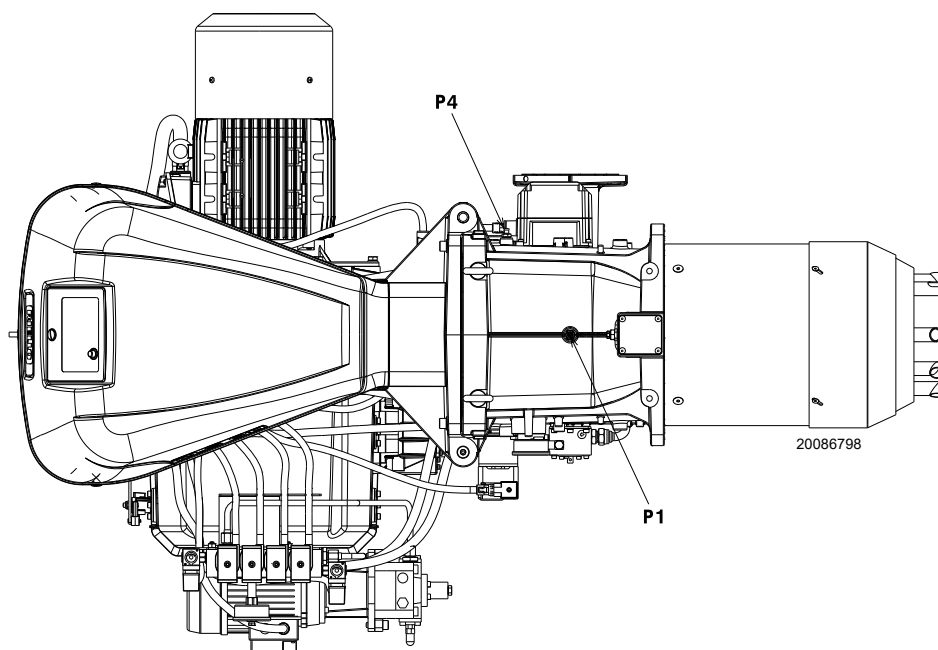

Рис. 28
Давление газа, измеренное на штуцере P1)(Рис. 28 на стр. 31), при:
- вычитите из давления газа на штуцере P1)(Рис. 28 на стр. 31) давление в камере сгорания.
Давление газа на штуцере P1)(Рис. 28) = 29,4 мбар
Для того чтобы узнать давление газа, необходимое на штуцере P1)(Рис. 28 на стр. 31), определив МАКС. мощность, при которой должна работать горелка:
- Посмотрите справа в столбце 1 давление на штуцере P1)(Рис. 28 на стр. 31).
необходимое давление на штуцере P1)(Рис. 28 на стр. 31).